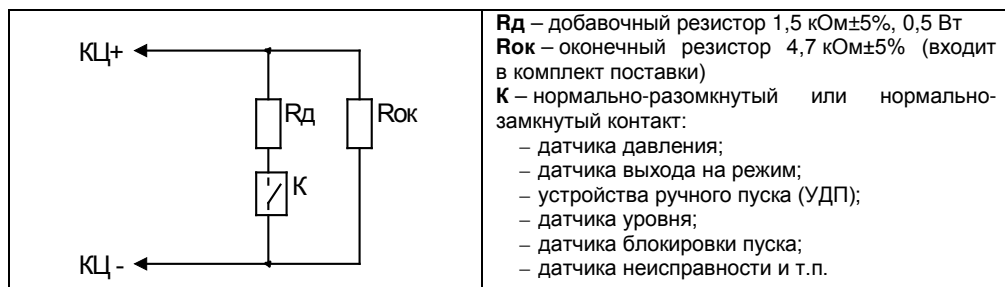

Рисунок 3. Подключение н/р и н/з датчиков
4.3 К клеммам «КЦ1»,..., «КЦ18» подключите контролируемые цепи. Схемы подключения различных датчиков приведены на рис. 3 – 6.